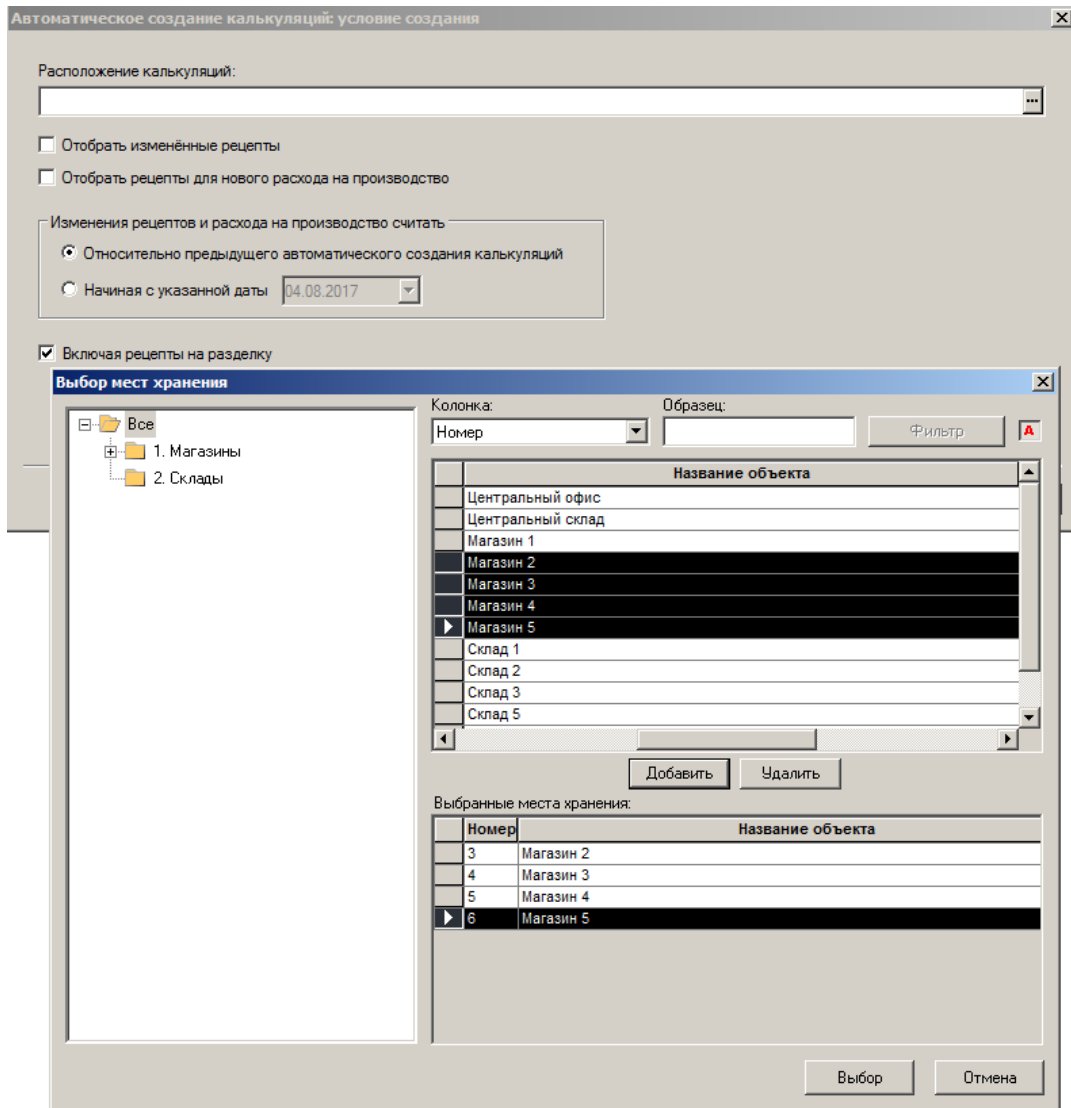

Рисунок 34 – Автоматическое создание документа «Калькуляции» (1)
2. Выбрать условия создания калькуляций (Рисунок 34):